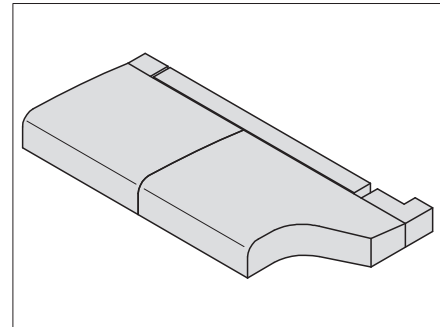
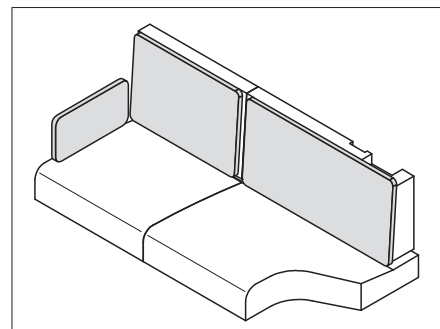

Fig. 213 Positionner les supports de siège
Fig. 215 Coussins pour supports de dossier
- Placer les coussins d'assise, de dossier et supplémentaire comme montré dans Fig. 213 à Fig. 215.